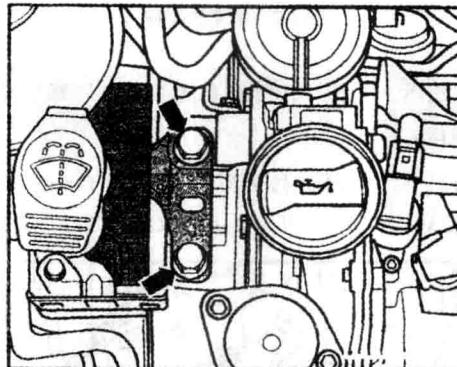

图 1-15 松开发动机侧机组支承的螺栓
24) 略微松开发动机侧机组支承的螺栓，如图 1-15 箭头所示（转动少于 1 圈）。